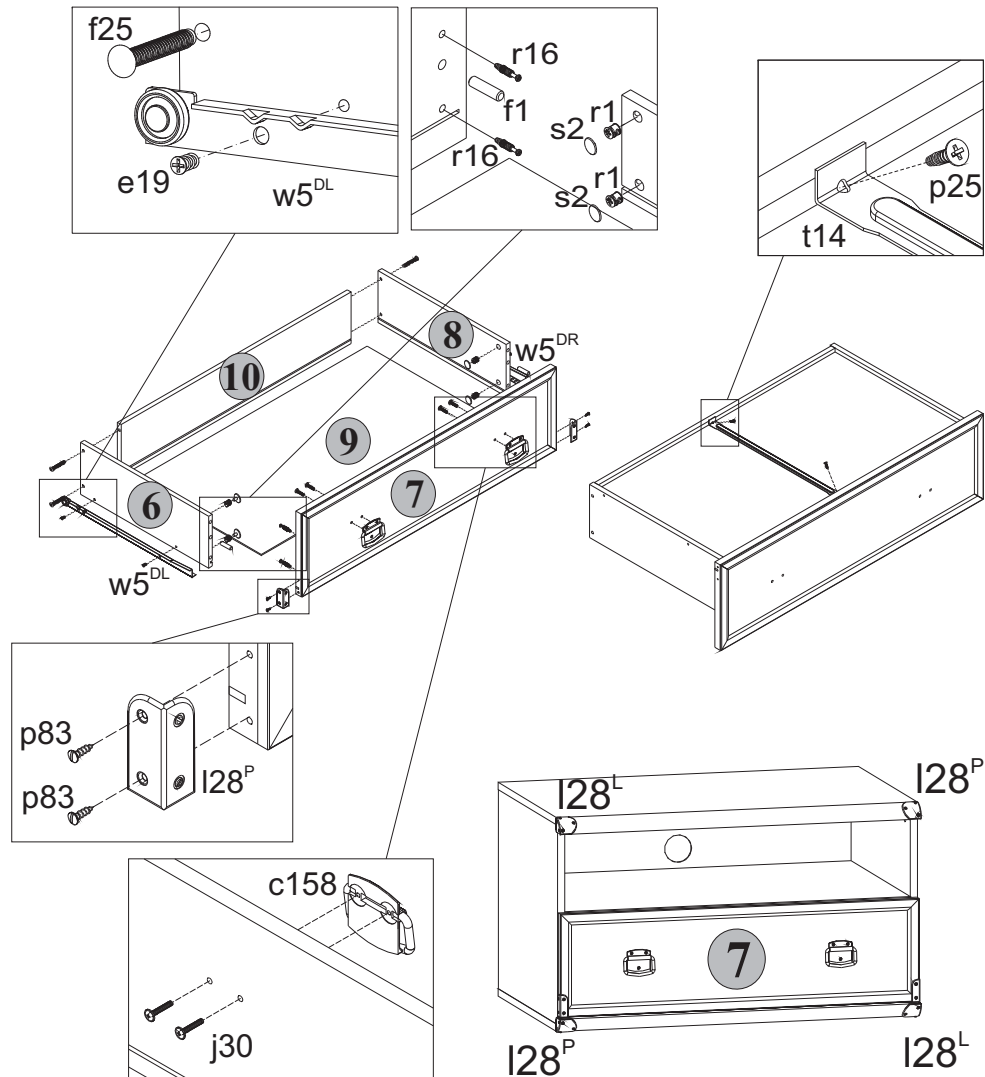

Рис. 3
5.12 В отверстия диаметром **8 мм** на передних кромках стенок боковых **6** и **8** корпуса выдвижного ящика вбить деревянные шканты **f1** (**см.рис.3**).
5.13 В отверстия диаметром **15 мм** на внутренних поверхностях стенок боковых **6** и **8** корпуса выдвижного ящика вставить стяжки эксцентриковые **r1** (**см.рис.3**).
5.14 В отверстия диаметром **5 мм** на внутренней поверхности панели передней **7** ящика выдвижного с помощью крестообразной отвертки вкрутить винты стяжки **r16** (**см.рис.3**).
5.16 Соединить панель переднюю **7** с корпусом ящика выдвижного и затянуть стяжки эксцентриковые **r1**, пользуясь специальным ключом **z1**. Закрывать стяжки эксцентриковые заглушками **s2** (**см.рис.3**).